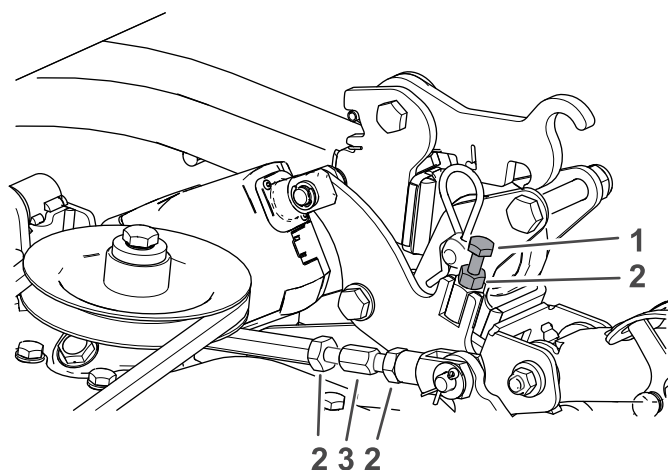
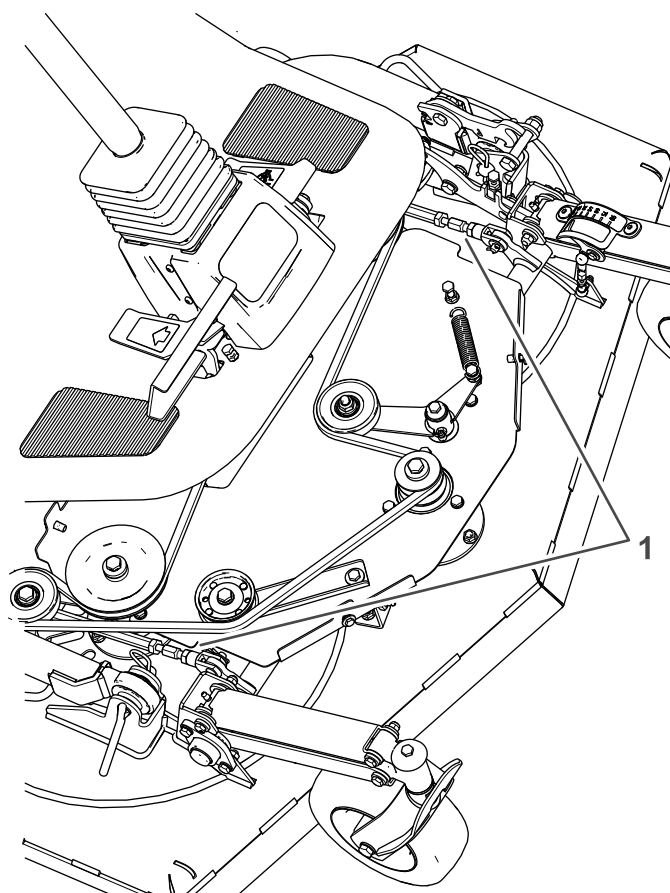

Bild 99
Bild 100
stellen Sie die Einstellschraube ein, siehe **Bild 99**.
- C. Lösen Sie zum Anheben der Rückseite der Schneideinheit die Klemmmuttern für die Spurstangen beidseitig der Schneideinheit (**Bild 99** und **Bild 100**).
6. Ziehen Sie die Klemmmuttern für die Spurstangen an (Bild 99).